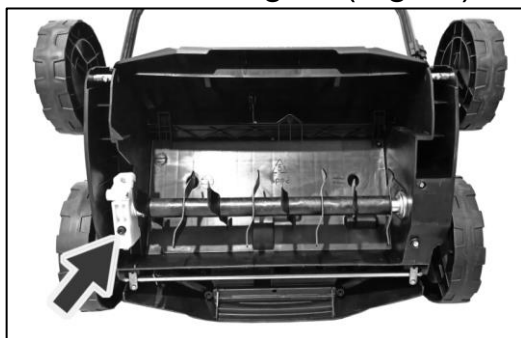

Fig.13
- a) Capovolgere la macchina, rimuovere i bulloni a testa esagonale mediante la chiave a brugola (Fig.13).